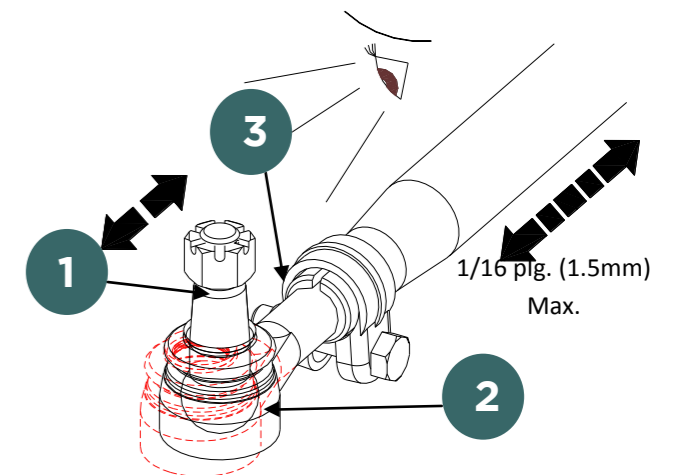

Figura 7- Holgura en Espiga y Terminal
**10** Revise cualquier Holgura Horizontal o aflojamiento en la terminal. Cualquier Holgura Horizontal mayor que 1/16 plg. (1.5mm) entre espiga y caja de terminal requiere reemplazar el tirante de dirección. (Ver Figura 7)